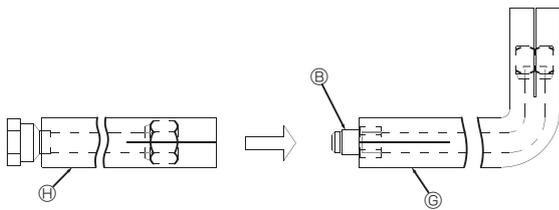
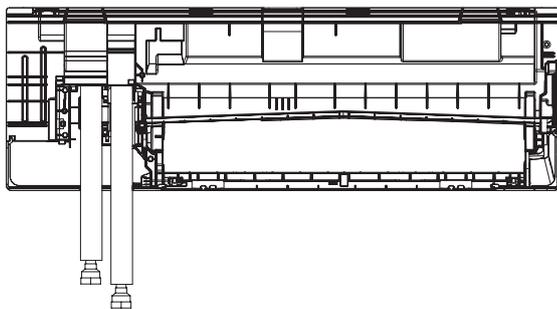

Fig. 3-9
Fig. 3-18
3.3.3. Installation des tuyaux de connexion (C) et (H) (pour modèle WL32/40) (de Fig. 3-9 à Fig. 3-18)
- (1) Connecter deux jeux de tuyaux de raccordement en forme de L (C) et de I (H) (Fig. 3-9)